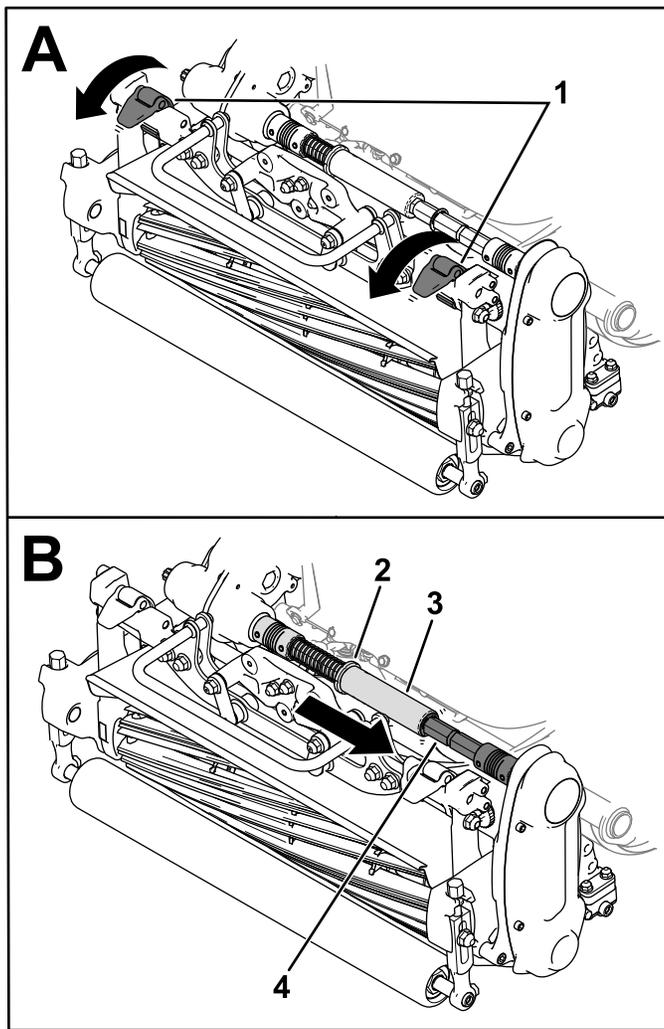

Figure 28
3. Abaissez les verrous de suspension pour fixer l'unité de coupe sur la machine (Figure 28).
- Sortez le collet de la rainure de l'arbre d'accouplement de la transmission et insérez le tube hexagonal dans l'arbre d'accouplement de l'unité de coupe (Figure 28).